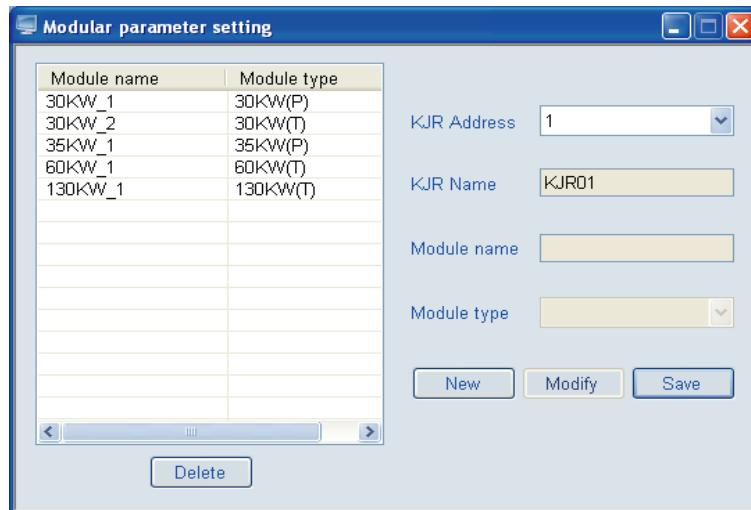

Рис. 4-25
- Нажмите на кнопку “Module parameter setting” («Настройка параметров модуля»), после чего на экране открывается окно для добавления подключенной к проводному пульту управления модульной группы в список, как показано на Рис.4-25.